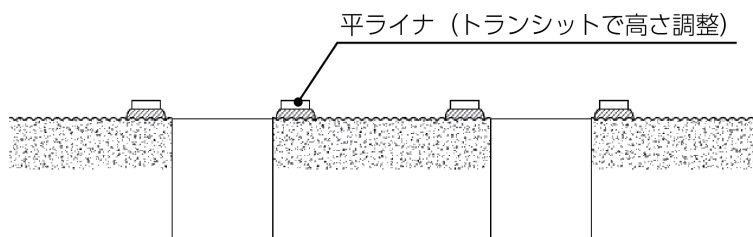

図 2.4-3 平ライナの設置
- (3) 平ライナの表面を清掃し、図2.4-3のようにモルタルの上に設置します。各平ライナの高さは、トランシット等で公差 $\pm 0.5\text{mm}$ 以内とし、水平度は1mに対し0.1mm以内となるよう調整してください。(写真2.4-1および写真2.4-2参照)